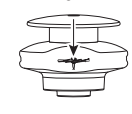

Fig. 19
5. Coloque la línea de corte por detrás del gancho para evitar que se suelte cuando está funcionando (Fig. 19).